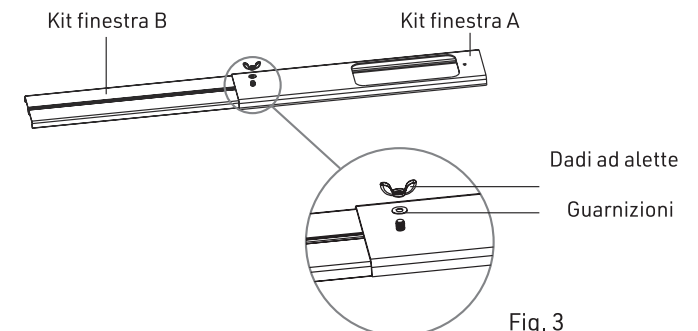

Fig. 3
- 4.) Come illustrato in fig. 3, capovolgere la staffa, inserire prima la guarnizione, poi la vite ad alette e stringere;